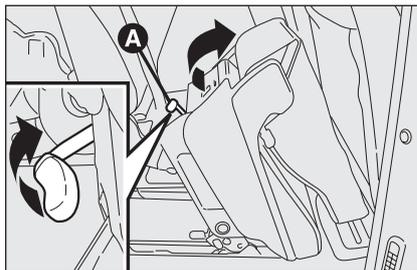

fig. 24
- intervenga en la manilla **A-fig. 24** y acompañe el asiento hacia adelante, tal como se ilustra en la figura;